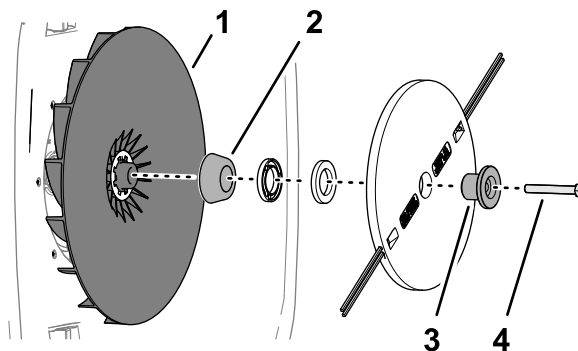

Bild 30
1. Montieren Sie die Halterung, die Mähscheibe, die Distanzstücke und das konische Distanzstück mit der Schraube am Laufrad (Bild 30).